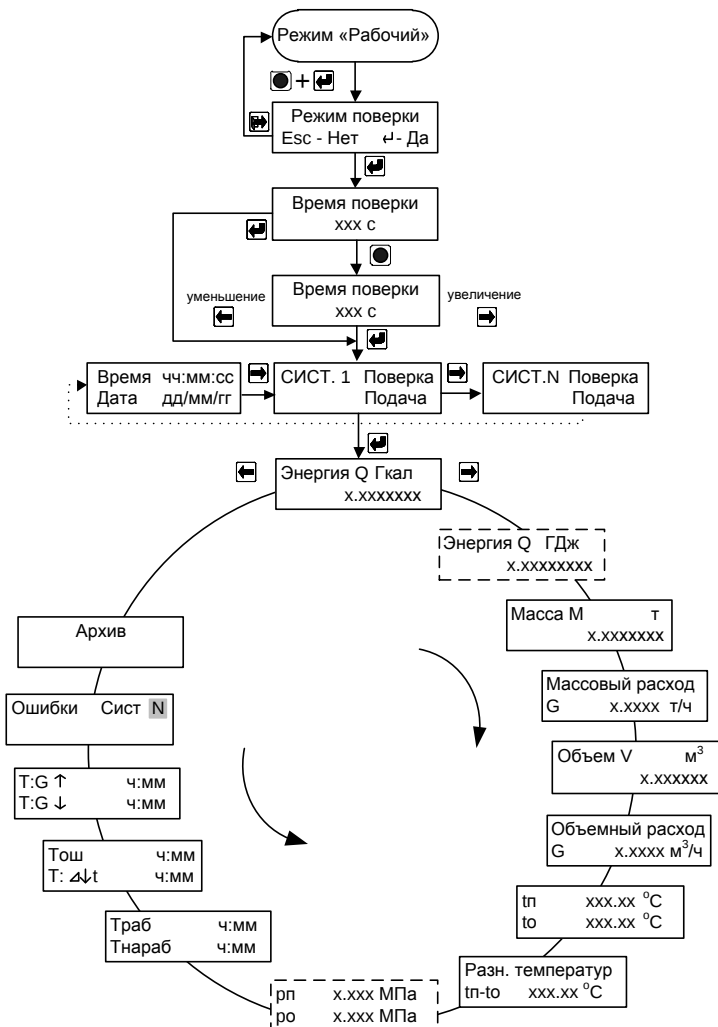

Рис. 7.3
7.4.1 Для входа в режим работы теплосчетчика «Поверка» необходимо, находясь в любом меню режима «Рабочий», **одновременно** нажать кнопки «служебная» и «вход». Для выхода из режима поверки необходимо, находясь в любом меню режима «Поверка», **одновременно** нажать кнопки «служебная» и «выход». Порядок перехода между окнами режима «Поверка» изображен на рис. 7.3.
ВНИМАНИЕ ! При входе в меню (см. рис. 7.3):